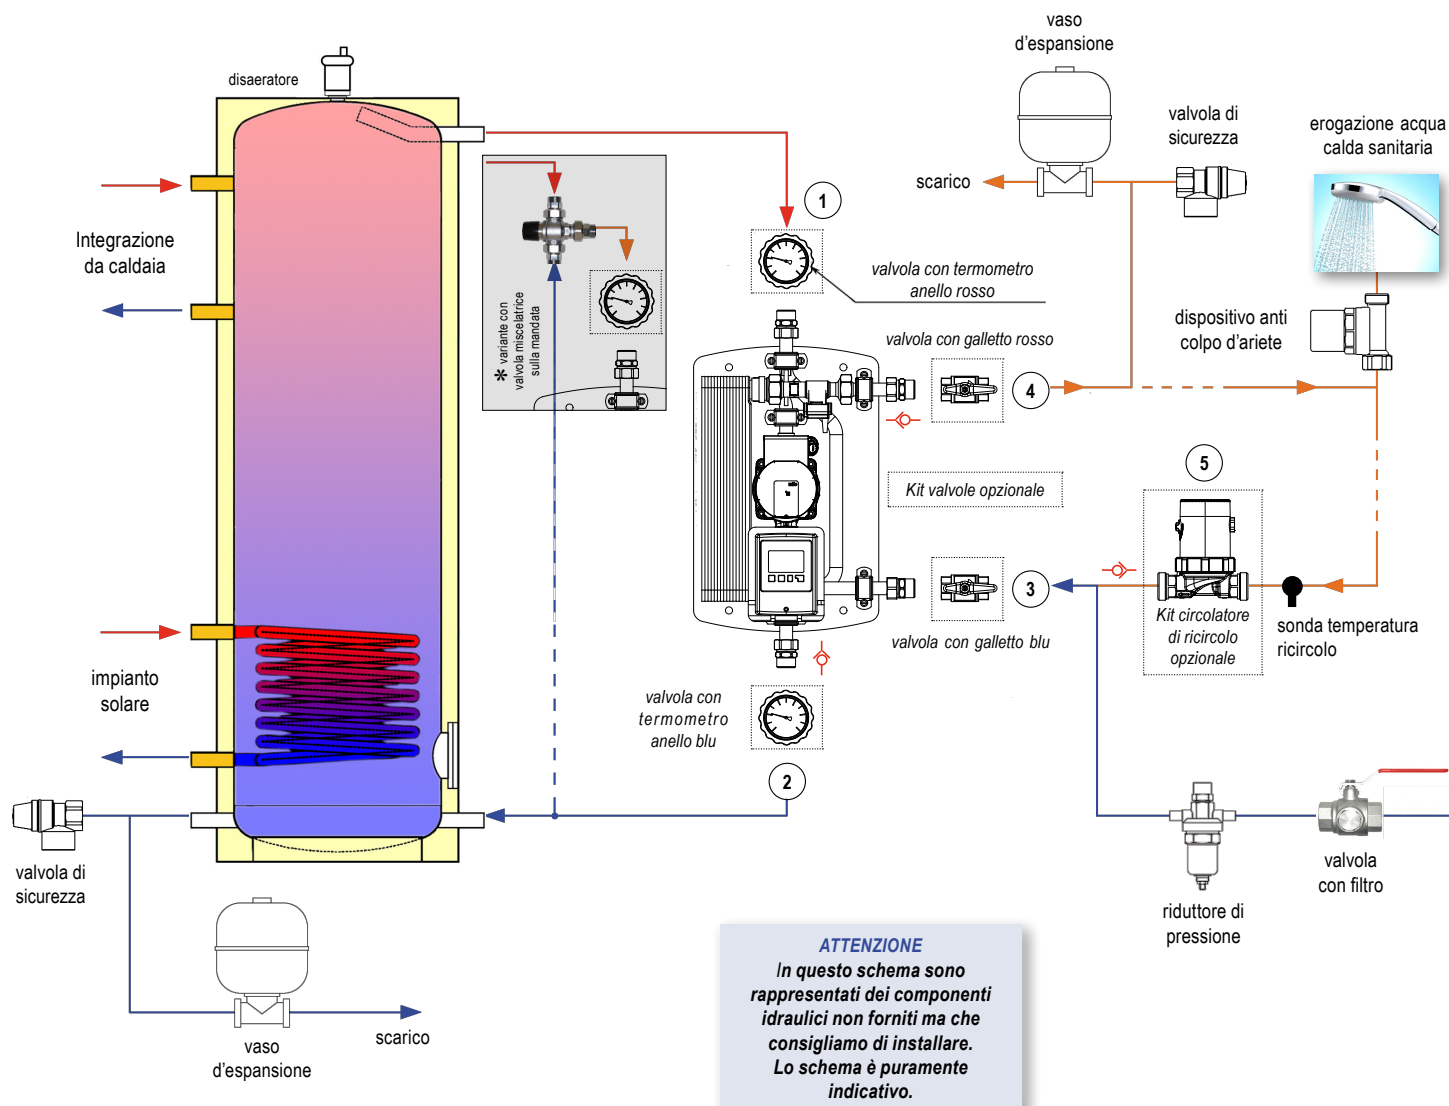

Figura 1: Schematizzazione di un impianto ACS gestito tramite ModvFresh 2
- ✓ Montare il kit valvole (opzionale) secondo quanto rappresentato in *Figura 1*;
- ✓ Se presente il kit di ricircolo (opzionale) installare il circolatore e posizionare la sonda temperatura ricircolo secondo quanto rappresentato in *Figura 1*;
La temperatura nel puffer deve essere almeno di 5 K superiore a quella sanitaria desiderata. Differenziali di temperatura superiori consentono di prolungare il tempo di spillamento. In presenza di acque dure consigliamo di non superare comunque la temperatura di 70°C (mandata del puffer) per evitare fenomeni di deposito calcareo nel lato secondario dello scambiatore a piastre; eventualmente inserire un miscelatore termostatico (Figura 1).